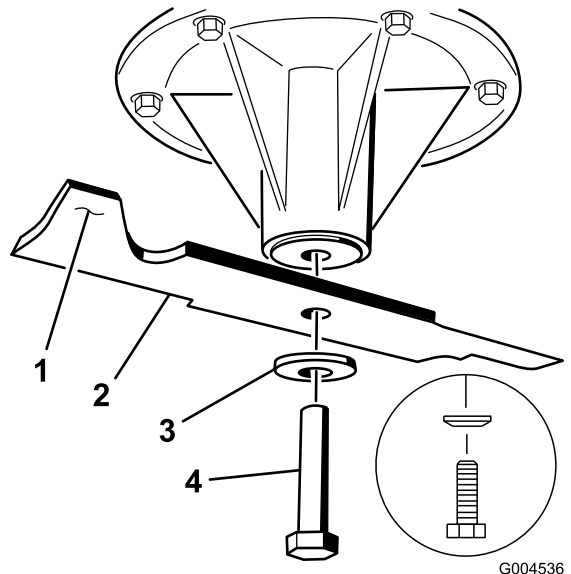

Figure 81
1. Placez la lame sur l'axe (Figure 81).
2. Installez la rondelle élastique et le boulon de la lame (Figure 81).
Remarque: Le cône de la rondelle élastique doit être dirigé vers la tête du boulon (Figure 81).